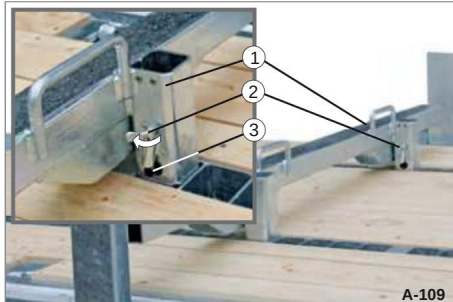

Fig. 164 Frigørelse af sikkerhedsgelænderet
• Drej stiften (fig. 164/2) om.
Bolten (fig. 164/3) trækkes ud.
Sikkerhedsgelænderet (fig. 164/1)